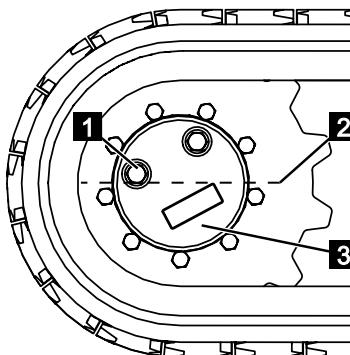

Abb. 150
2. Die Maschine so ausrichten (☞Kapitel 6.6 „Maschine fahren“, auf Seite 79), dass die Unterkante der Verschraubung (Abb.150/1) auf der Mittelachse ( Abb.150/2) der Getriebeeinheit (Abb.150/3) liegt.